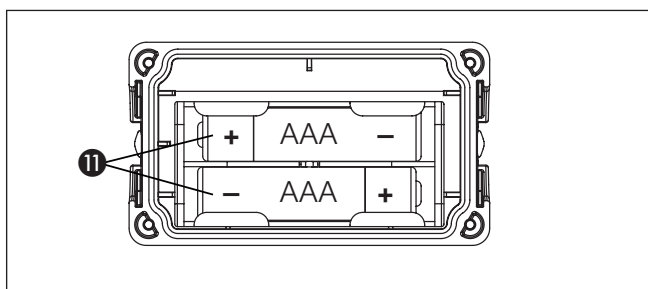

Abb. 3 Rückseite des WMS Windsensors
- Zum Austausch der Batterien (Typ AAA, IEC LR03, "Micro") lösen Sie die vier Schrauben auf der Gehäuserückseite. Öffnen Sie das Batteriefach (Abb. 3), legen Sie neue Batterien ein. Achten Sie hierbei auf richtige Polarität: Plus (+) und Minus (-) Pol der Batterien müssen mit den Markierungen im Batteriefach übereinstimmen.